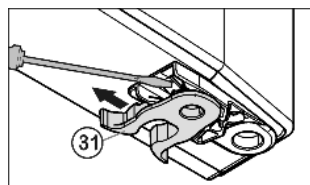

Fig. 7
- ▶ Fjederklemme Fig. 7 (31) flyttes: Tappen trykkes ned, fjederklemmen trækkes op over den og fjernes.